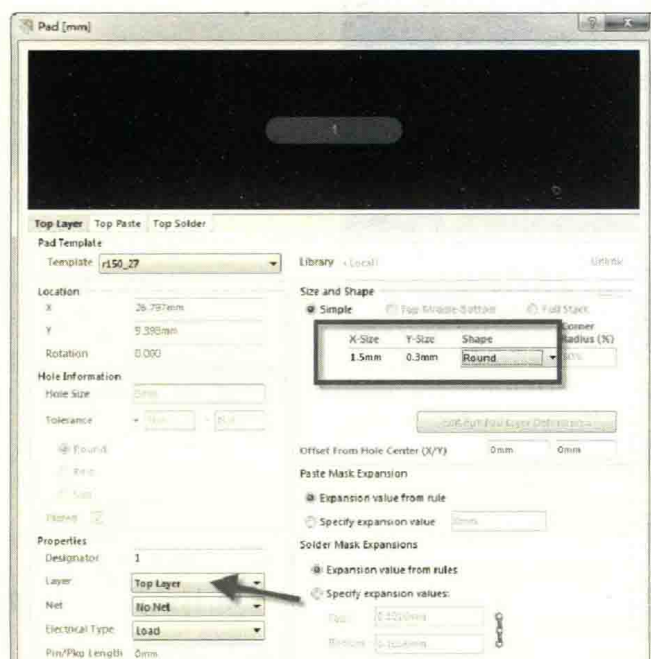

图 12-26 设置焊盘属性
(3) 执行菜单命令“Place-Pad”，在放置状态下按“Tab”键，可以设置焊盘属性，如图 12-26 所示。